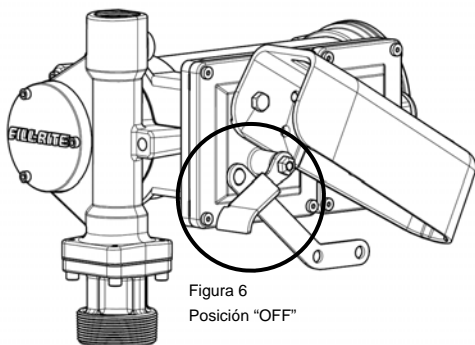

Figura 6
6. Mueva la palanca del interruptor a la posición "OFF" (Apagado) (Figura 6) para apagar la bomba.